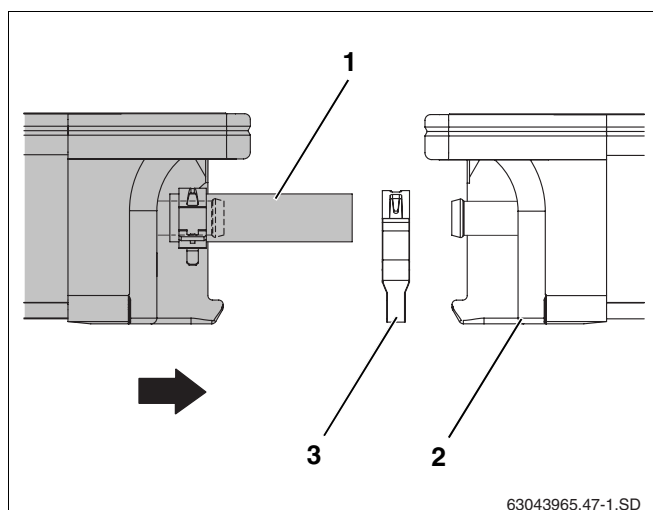

Fig. 49 Empurrar o segundo colector até ao primeiro
- Colocar o segundo colector com as mangueiras solares pré-montadas (fig. 49, **item 1**) nos perfis e deixar deslizar até às protecções contra deslizamento.
- Empurrar a segunda braçadeira de mola (fig. 49, **item 3**) sobre a mangueira solar.
- Empurrar o colector para o primeiro colector (fig. 49, **item 2**) de forma que as mangueiras pré-montadas sejam empurradas sobre as ligações esquerdas do primeiro colector.